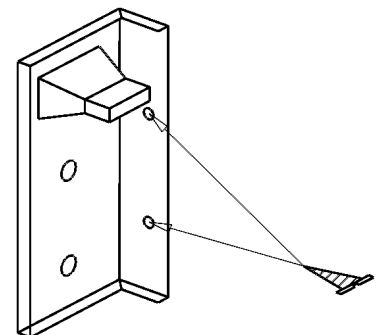
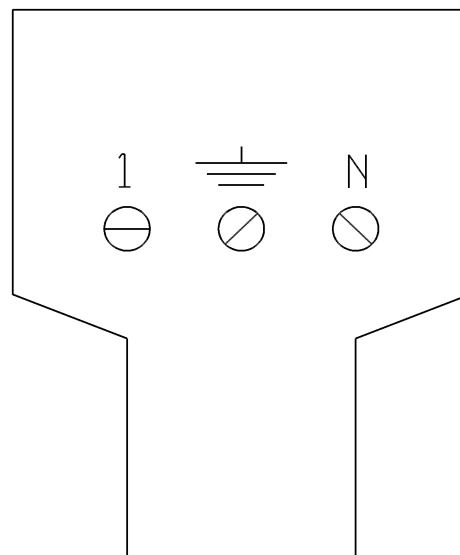

Fig. 3
Fig. 9
- Fissare il gruppo alimentazione (fig. 3) sul retro in alto a sinistra del vano utilizzando due viti per legno come indicato in fig. 2
- Collegare il cavo d'alimentazione fornito in dotazione nell'apposito connettore situato sul retro dell'apparecchio, ed inserire quest'ultimo nella stazione d'alimentazione posta sul retro della colonna (fig.3), dove è situata una morsettieria (fig.9) predisposta per il funzionamento con una tensione di 230V monofase.